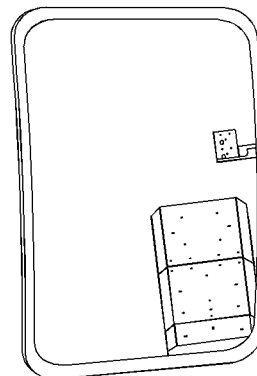

Ilustración 66
El soporte del espejo es ajustable. Extienda completamente el soporte del espejo retrovisor del lado izquierdo girando la perilla del soporte del espejo hacia la izquierda. Gire la perilla hacia la derecha para sujetar firmemente el soporte. Ajuste el espejo retrovisor del lado izquierdo (4) de manera que se pueda ver el lado izquierdo de la cabina. Ajuste el espejo retrovisor izquierdo (4) de manera que se puedan ver 100 mm (4 pulgadas) de la parte superior del neumático trasero. Vea la ilustración 66. Además, ajuste el espejo retrovisor del lado izquierdo para poder ver lo siguiente: